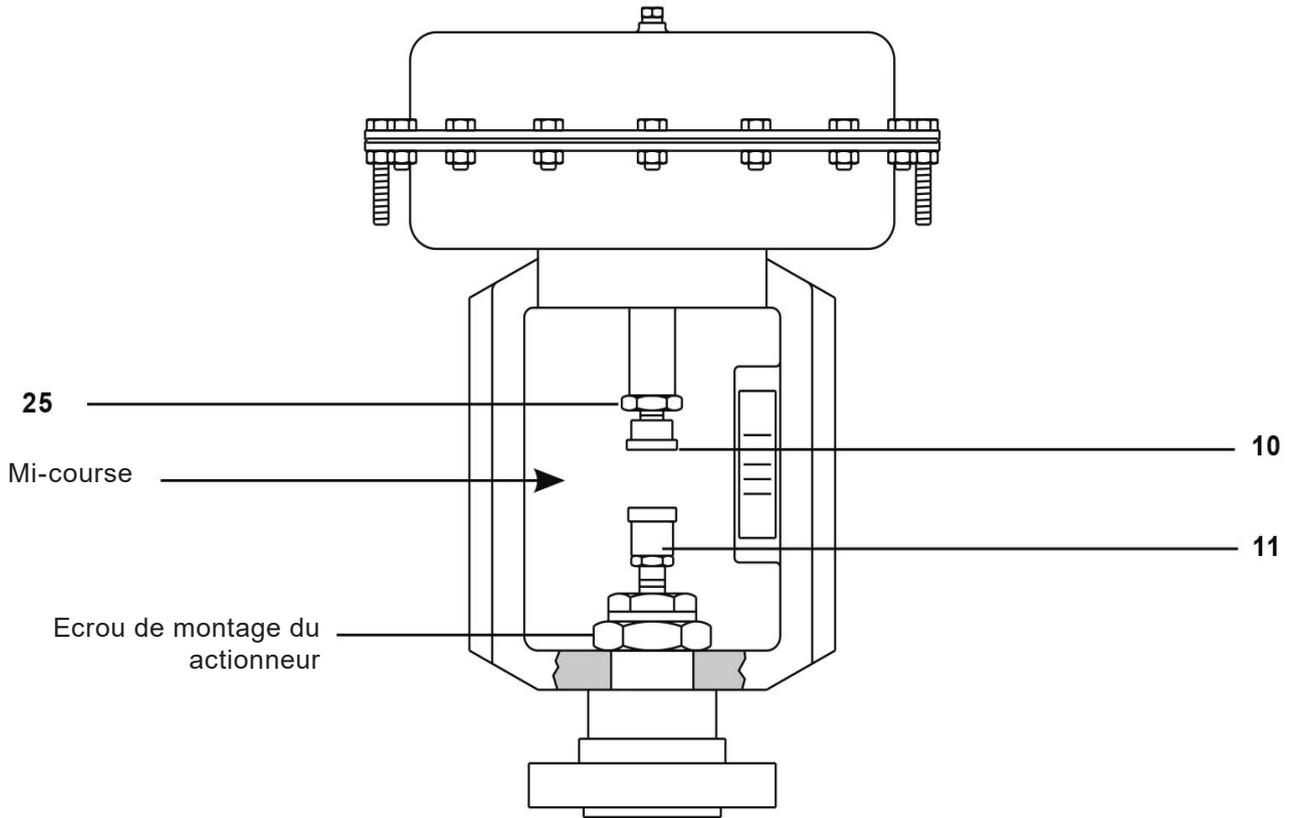

Fig. 4
3.2 Montage de l'actionneur PN9100E, PN9200E ou PN9300E sur la vanne (Fig. 4 et 5) :
- Enlever les clamps avant et arrière (13 et 14). Puis retirer l'adaptateur de vanne (11).
- Mettre l'adaptateur de vanne (11) sur la tige de vanne et pousser manuellement le clapet en position fermée.
- Appliquer la pression nécessaire pour mettre la tige en position mi-course (Fig. 4). Placer l'arcade de actionneur au-dessus de la tige de vanne et la positionner sur l'épaulement du chapeau. Serrer à la main l'écrou de montage.
- Appliquer la pression d'air de démarrage + 0,1 bar maximum pour faire descendre la tige du actionneur, et ajuster le connecteur (10) jusqu'à ce qu'il touche l'adaptateur de vanne (11), puis serrer l'écrou de blocage (25).
- Relâcher avec précaution le signal d'air de contrôle.. Placer les clamps avant et arrière (13 et 14) autour de l'adaptateur comme montré sur la Fig. 4.